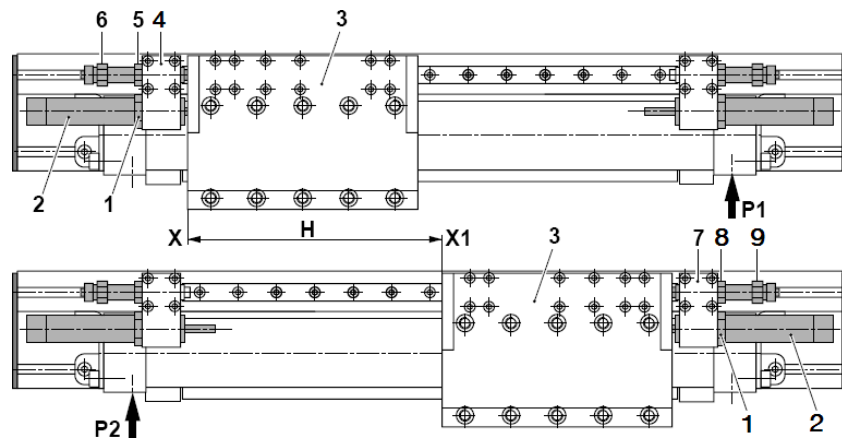

Fig. 30 Réglage des vis de butée PMP-c
1. Desserrer le contre-écrou (Fig. 30, 1) et dévisser l'amortisseur (Fig. 30, 2) de plusieurs tours dans le sens inverse des aiguilles d'une montre.
- Le chariot (Fig. 30, 3) du module se déplace jusqu'à la limite fixée par la butée de fin de course (Fig. 30, 4).
3. Desserrer le contre-écrou (Fig. 30, 5).
4. Déterminer la position arrière-X en réglant la vis de butée (Fig. 30, 6).
5. Bloquer à nouveau le contre-écrou (Fig. 30, 5).
- Le chariot (Fig. 30, 3) du PMP se déplace jusqu'à la limite fixée par la butée de fin de course (Fig. 30, 7).
7. Desserrer le contre-écrou (Fig. 30, 8).
8. Détermination la position en tournant la réglage de butée (Fig. 30, 9).
9. Bloquer à nouveau le contre-écrou (Fig. 30, 8).